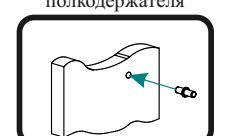

рис. 6
14. Выставьте диагональ шкафа чтобы А=В а затем прибейте гвоздями ЛДВП согласно схеме *рис.6*.